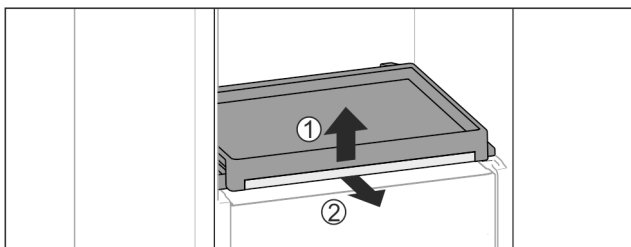

Fig. 111
- Auszugsbord mit Glasplatte entnehmen: Glasplatte vorne leicht anheben *Fig. 111 (1)* und nach vorne herausziehen *Fig. 111 (2)*.